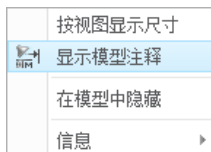

图 5.2.6 快捷菜单
Step2. 在模型树中选取零件 **SHAFT_3.PRT** 右击，系统弹出图 5.2.6 所示的快捷菜单。